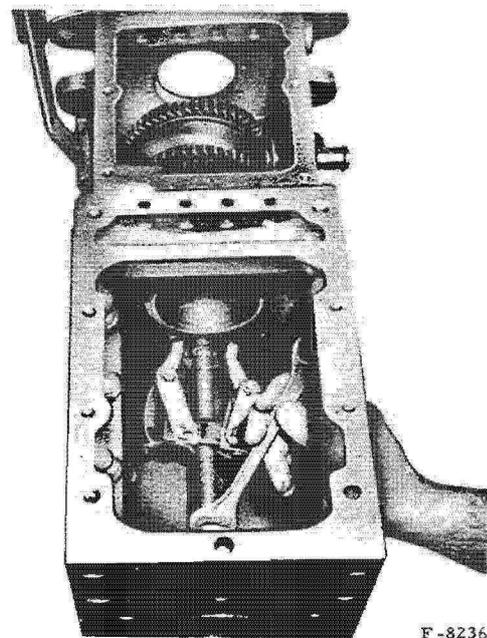

Fig. 39. - Démontage de l'arbre intermédiaire 2e temps.
- A l'aide d'un petit arrache-moyeu, poussez l'arbre intermédiaire vers l'avant jusqu'à ce que le circlip du roulement avant soit dégagé (fig. 39).